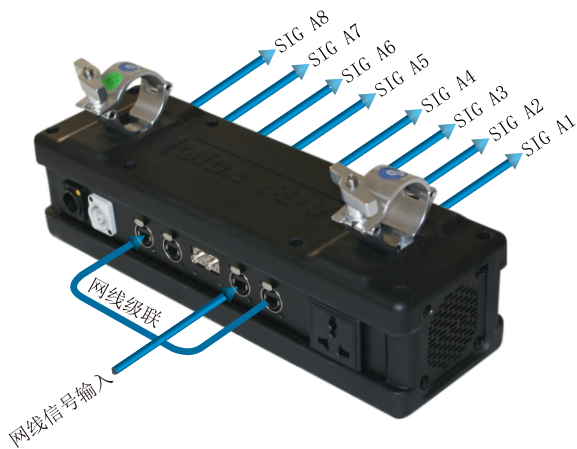

图3、网络信号输入，信号分配器自身端口输入级联
- (3) 网络信号输入，信号分配器自身端口输入级联。输出是A1~A8，端口号是1~8。（如下图3）